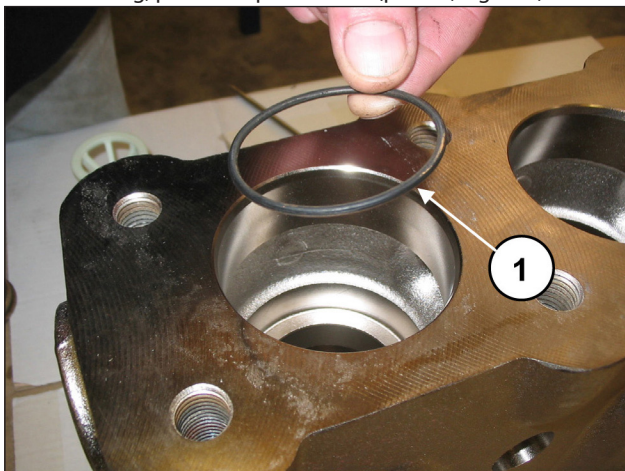

Fig. 118
Insira o O-ring, pos. de explosão nº. 6 (pos. ①, Fig. 118).